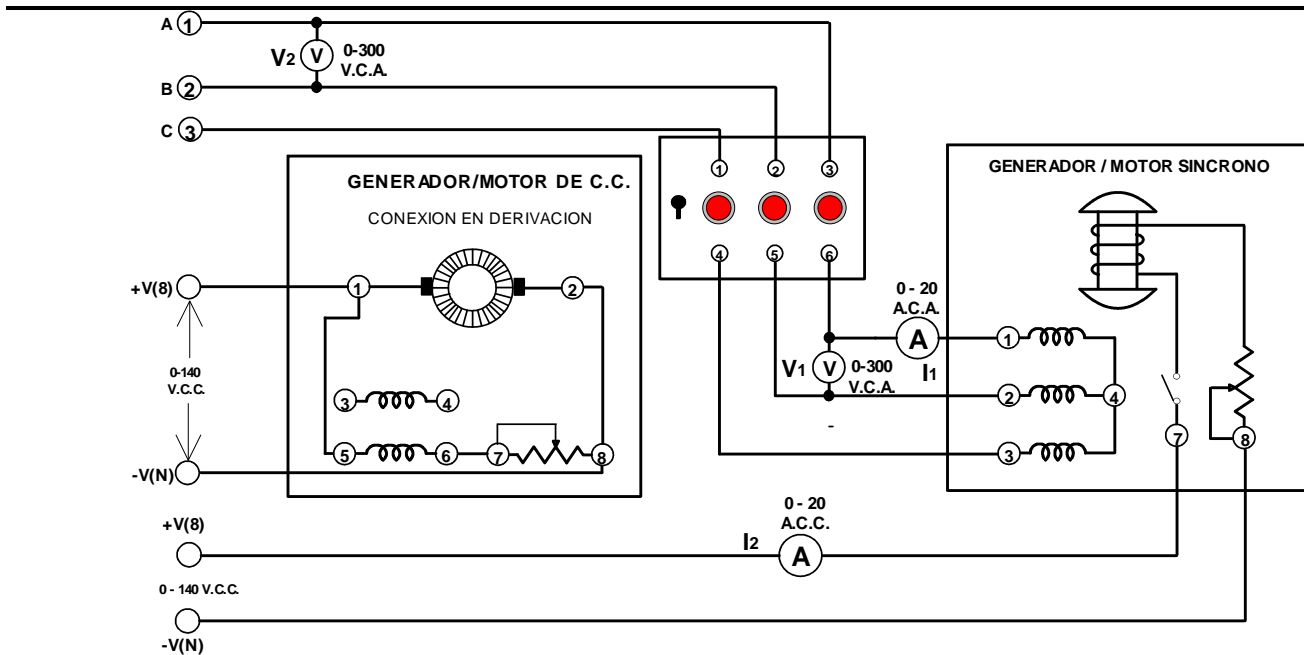

Fig. A3-4
- 1.- Conecte el circuito que aparece en la figura A3-4, utilizando el generador/motor síncrono, generador/motor de c.c., módulo de sincronización e instrumentos de medición del panel. Observe que la salida del alternador puede ser conectada a través del interruptor (3 polos 1 tiro), del sistema de sincronización, a la salida trifásica fija de 220 volts de la fuente de alimentación, terminales A(1), B(2) y C(3). El rotor del alternador va conectado a la salida fija de 130 V.c.c. de la fuente de alimentación terminales +V(7) y -V(N). El motor en derivación de c.c. se conecta a la salida variable de 0-140 V.c.c. de la fuente de alimentación, terminales +V(8) y -V(N).